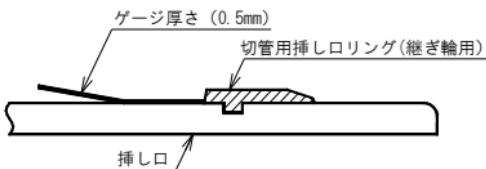

図91 挿し口外面からの浮き量チェック
- ③ 切管用挿し口リング（継ぎ輪用）が浮き上がっていなことを、切管用挿し口リング（継ぎ輪用）と挿し口外面との間に0.5mmの隙間ゲージが全周にわたって入らないことにより確認する（図91）。ゲージが入る場合はシャコ万力を取り外し②の作業を再度行う。
⑥ 全てのシャコ万力を取り外す。
⑦ 再度、切管用挿し口リング（継ぎ輪用）が浮いていないことを、切管用挿し口リング（継ぎ輪用）と挿し口外面との間に0.5mmの隙間ゲージが全周にわたって入らないことにより確認する（図91参照）。